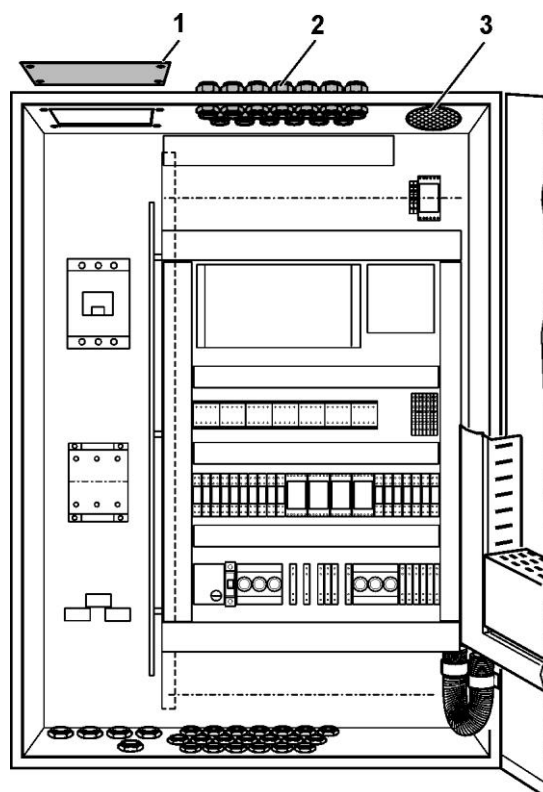

Рис. 13 Подвод кабеля к распределительной панели модуля БТЭС
- Снять защитные пластины (Рис. 13, поз. 1) и выполнить кабельные вводы (обеспечивается заказчиком) для подключаемого к сети силового кабеля.
- Соединительный кабель через кабельные вводы подвести к верхней стороне модуля (Рис. 13, поз. 2).
#### Легенда к Рис. 13